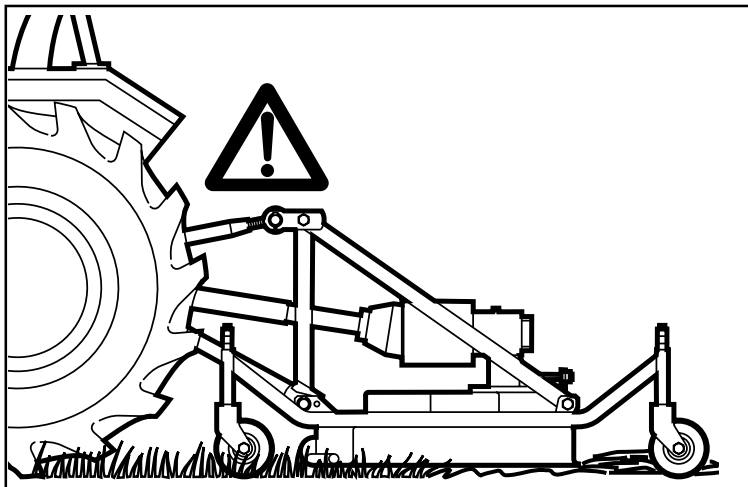

Fig. 4
- 24) *It is absolutely forbidden to stand between the tractor and the implement (Fig. 4) when the engine is running and the cardan shaft is engaged without having first engaged the hand brake and placed a block or stone under the wheels to prevent them from moving.*
- 24) Es ist absolut verboten, bei laufendem Motor und eingeschalteter Gelenkwelle zwischen den Schlepper und das Gerät zu treten (Abb. 4). Dazu muß die Feststellbremse gezogen werden und unter die Räder ein Bremskeil oder ein großer Stein gelegt worden sein. Achten Sie bei der Arbeit mit der Häckselmaschine auf den nötigen Sicherheitsabstand aufgrund der Auswurfgefahr stumpfer Gegenstände.
- 24) *Il est absolument interdit de se mettre entre le tracteur et l'appareil (Fig. 4) quand le moteur est en marche et le cardan enclenché, sans avoir tiré le frein de stationnement et bloqué les roues avec une cale ou un caillou. Se tenir à une distance de sécurité du broyeur en fonctionnement, à cause du lancement possible d'objets contondants.*
- 24) Está terminantemente prohibido colocarse entre el tractor y el equipo (Fig. 4) con motor encendido y cardán inserido, o sin haber accionado el freno de estacionamiento y de colocar, debajo de las ruedas, una piedra u otro elemento de bloqueo. Manténgase a una distancia de seguridad del triturador durante el trabajo, porque puede proyectar objetos.
- 28) È assolutamente vietato interporre fra il trattore e l'attacco della macchina per manovrare il comando dall'esterno per il sollevamento (Fig. 4).
- 28) *It is absolutely forbidden to stand between the tractor and the implement when manoeuvring the lift control from the outside (Fig. 4).*
- 28) Es ist absolut verboten, zwischen den Schlepper und den Anschluß zu treten, um die Aushebung von außen zu betätigen (Abb. 4).
- 28) *Il est absolument interdit de se mettre entre le tracteur et l'attelage pour manoeuvrer la commande de relevage de l'extérieur (Fig. 4).*
- 28) Está absolutamente prohibido colocarse entre el tractor y el enganche para maniobrar el mando desde el externo en la fase de elevación (Fig. 4).